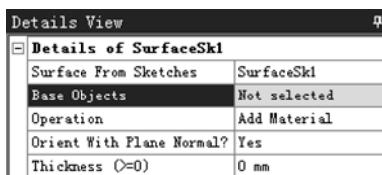

图 3.7.12 “Details View”对话框
- 步骤 02** 选择命令。选择 **Concept** → **Surfaces From Sketches** 命令，弹出图 3.7.12 所示的“Details View”对话框。